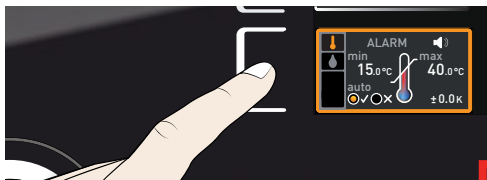

Bild 21
Enheten är utrustad med en mekanisk temperaturbegränsare (TB) skyddsklass 1 enligt DIN 12 880 (Bild 21).